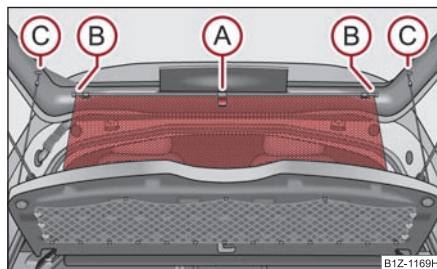

Fig. 66 Desfacerea ruloului parasolar
- Trageți ruloul parasolar de curelușa ① și agățați-l în suportul ② ⇒ fig. 66.